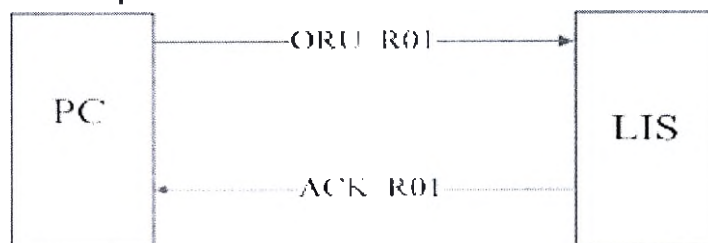

Рисунок 2 Коммуникационный процесс передачи результатов анализов (QC данных)
1. Центральный процессор направляет результаты анализов (или QC данные) непосредственно системе LIS (рис. 2).